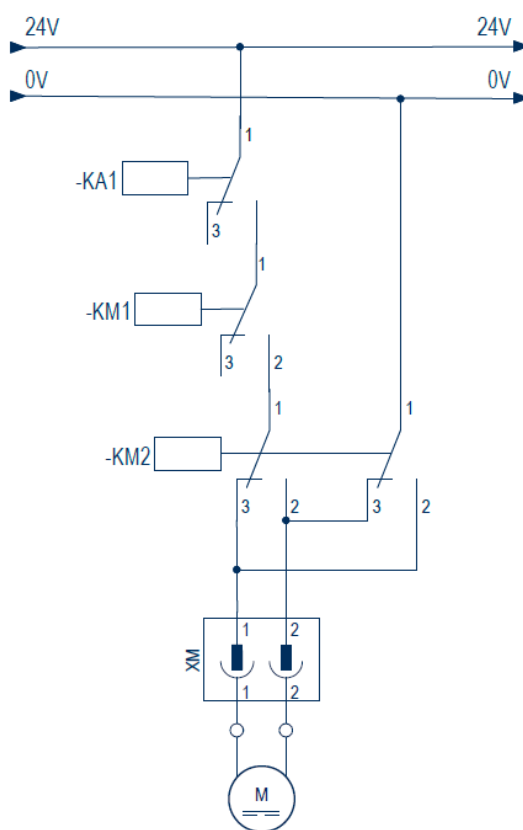

Fig. 15. Circuito del motor de la cinta transportadora
1. Un motor de corriente continua controlado por dos relés, uno para su activación del motor (KM1) y otro para cambiar el sentido de la marcha (KM2) invirtiendo su polaridad. El motor transfiere el movimiento a la banda sobre la que se sitúan los pales y permite su desplazamiento hacia delante y hacia atrás. El relé de corte (KA1), para la habilitación de la potencia pertenece al circuito de seguridad (Fig. 15).